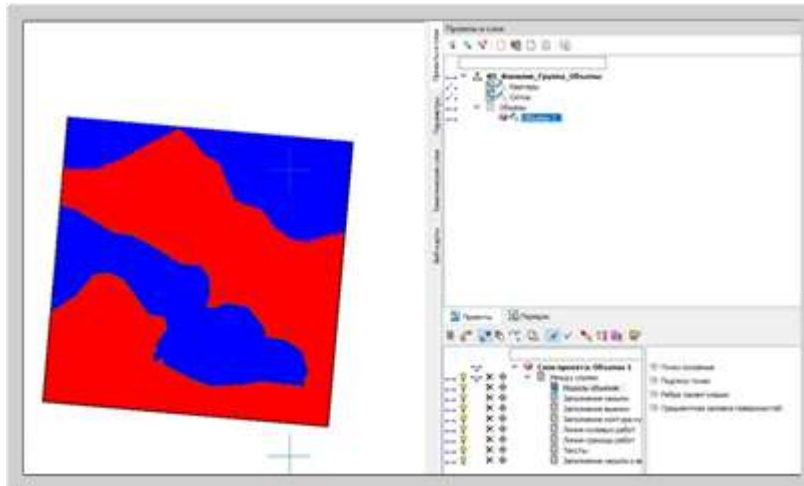

Рис. 10
2. В Свойствах Набора проектов сделать Дополнительную систему координат СК_500 не активной и не видимой, Рис.10.